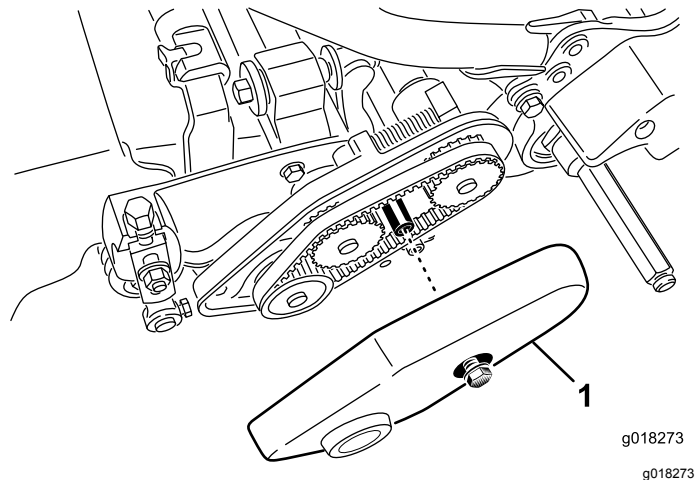

Bild 44
1. Lösen Sie den Bundbolzen, mit dem die Riemenabdeckung befestigt ist, und nehmen Sie die Riemenabdeckung ab, um an den Riemen freizulegen (Bild 44).